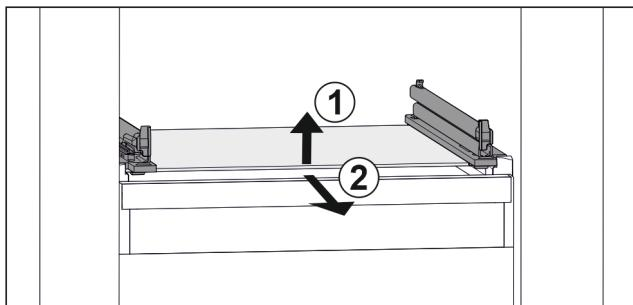

Fig. 118 Приблизне відображення скляної пластини
- Підняти скляну пластину спереду. Fig. 118 (1)
- Вийняти скляну пластину рухом вперед. Fig. 118 (2)